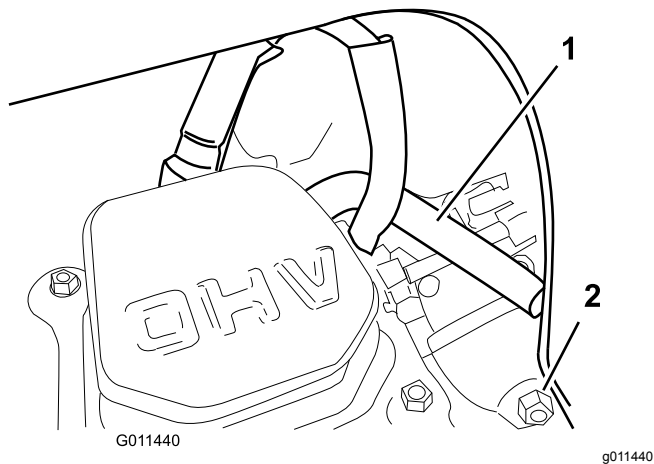

Figur 26
11. Ställ in gapet på det nya stiftet till 0,76 mm enligt Figur 26.